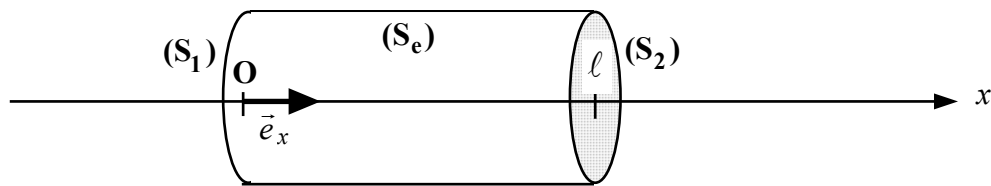

Figure 1
Un cylindre circulaire droit (C), homogène, isotrope et d'axe Ox , est limité par deux sections droites (S_1) et (S_2) , orthogonales à l'axe Ox , de rayon r et distantes de ℓ . Soit (S_e) la surface latérale de ce cylindre (figure 1).